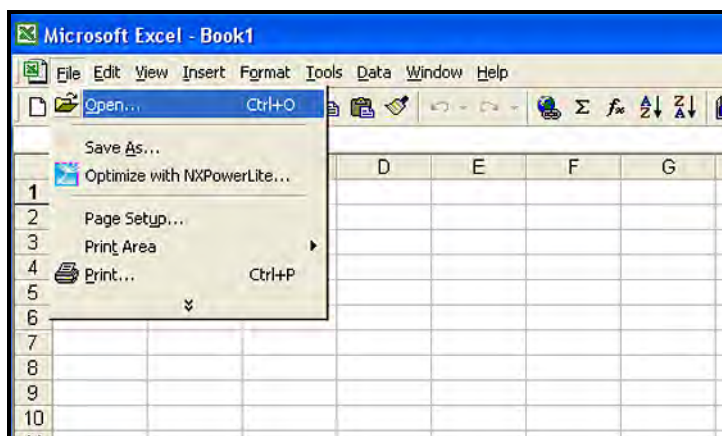

Figura 57: Abrir um arquivo de registro no Microsoft Excel
- Os arquivos de registro de **dew.IQ** podem ser abertos com um programa de planilha, como o Microsoft Excel. Inicie o programa de planilha e selecione **Abrir** (veja *Figura 57* abaixo).